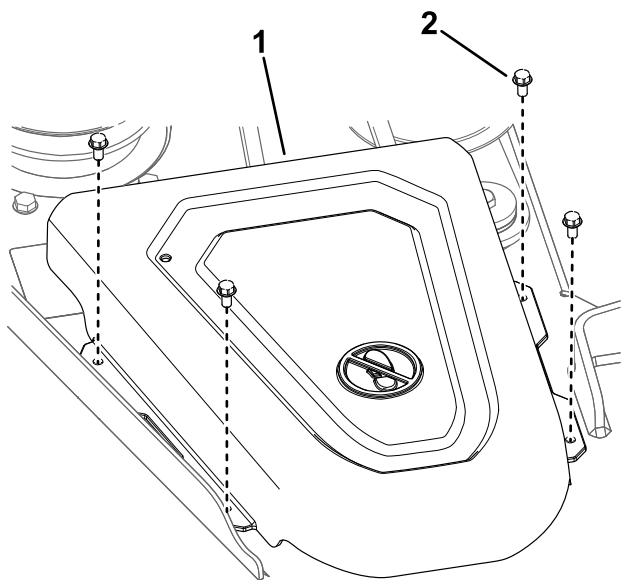

Figura 60
5. Retire las cubiertas de las poleas (Figura 60).